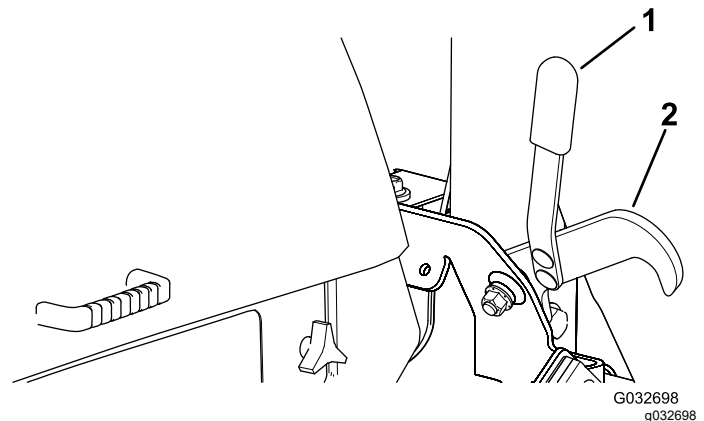

Bild 31
2. Setzen Sie sich auf den Sitz und drehen Sie den Zündschlüssel in die LAUF-Stellung (Bild 31).